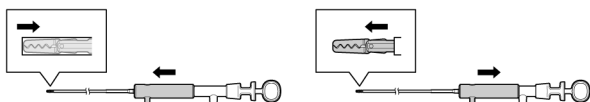

図3
3. 同様の状態で送水コネクタを操作し、先端部のシースへの収納、およびシース先端からの突出の動作に異常がないことを確認する。(図 3)